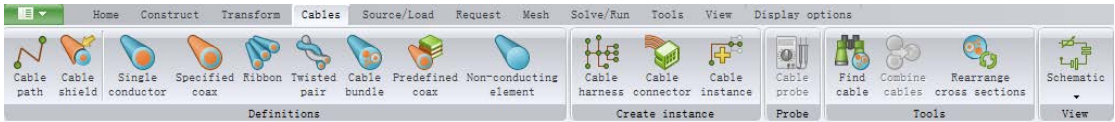

图 3-21 “Cables” 菜单中的各按钮
5) “Cables” 菜单中的按钮如图 3-21 所示，具体说明见表 3-4。